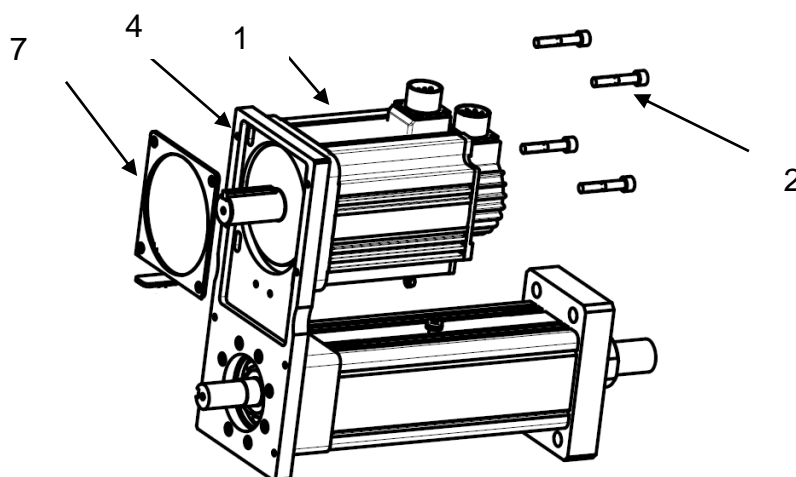

Рисунок 11 – Установка двигателя.
2) установить двигатель (поз. 1) на корпус (поз. 4) при помощи монтажной пластины (поз. 7) и винтов (поз. 2) (см. рисунок 11).